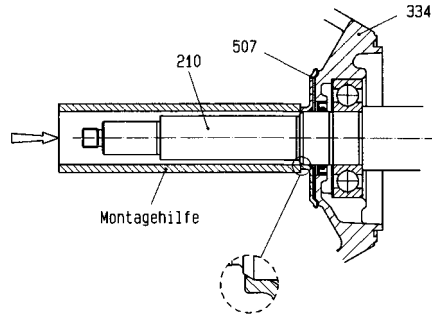

Bild 14
- Eventuell Rohr als Montagehilfe verwenden (siehe Bild 14).